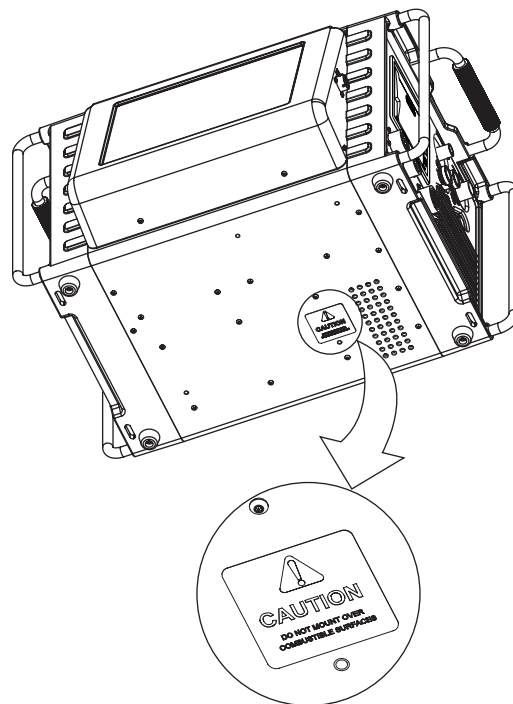

Рис. 1 — Ярлык с предупреждением относительно монтажа на источнике питания M200
- Не устанавливайте источник питания M200 на воспламеняющуюся поверхность. См. ярлык на днище источника питания M200 (рис. 1).